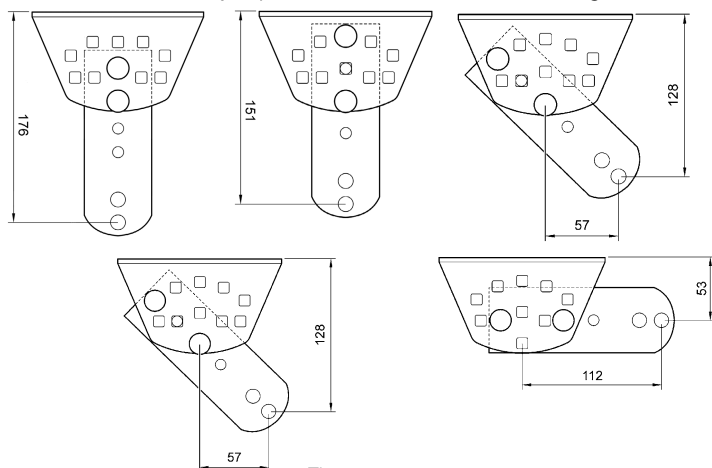

Figura 17
- "C" depende del modo en que está montado el estribo trasero (véase la FIGURA 17) y puede variar de 53 mm a 176 mm. Normalmente es de alrededor de 150 mm.
5 Para obtener diferentes valores de “C” (véase la Figura 12) es posible ensamblar los estribos y la placa tal como se muestra en la Figura 17.
20 De ser necesario, pruebe las otras posiciones de ensamblaje permitidas por las placas traseras y delanteras. Véase la Figura 17.